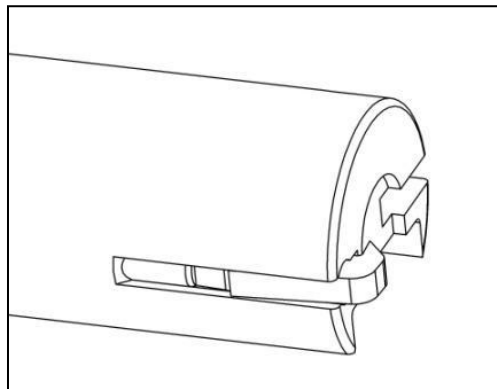
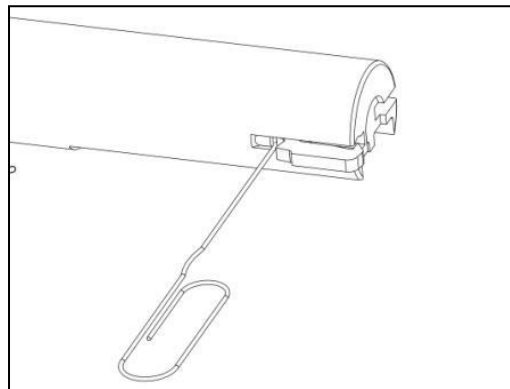

рис.11
рис.12
- Извлеките экстрактор. Скрепкой или другим острым металлическим предметом отожмите толкатель экстрактора внутрь тела затвора (рис.11), подденьте и вытащить экстрактор, помогая пальцем со стороны торца затвора (рис.12), после чего извлеките толкатель и пружину толкателя.